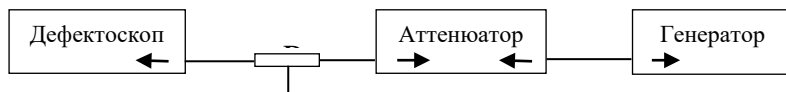

Рисунок 3.2 – Схема подключения дефектоскопа для контроля абсолютной погрешности при измерении амплитуд эхо-сигналов от дефектов
1. Собрать схему согласно рис. 3.2, где R = 51 Ом (С2-10-0,25-51 Ом ± 0,5%).
1. Собрать схему в соответствии с рис. 3.2 (п. 3.3.6).